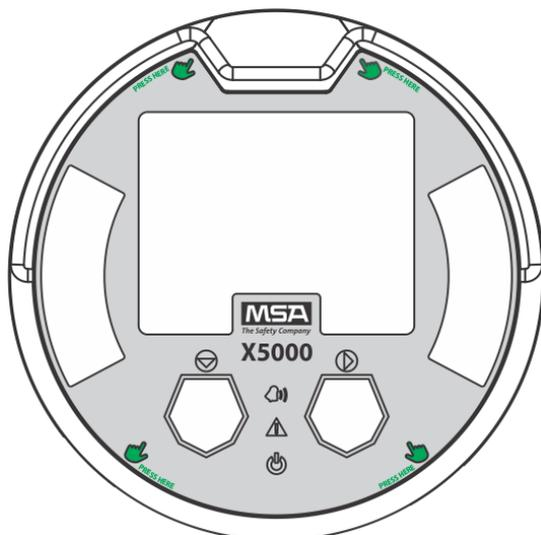

图 28 在装回主板架时按压突出显示区域
- (12) 将四个金属螺柱对准 ULTIMA X5000 外壳内的四个孔，从而装回主板架。如图所示，压紧主板架（参见图 28）。